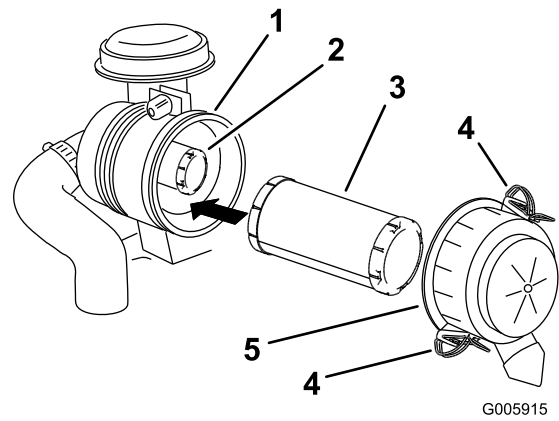

Figura 45
3. Abra los cierres del limpiador de aire y tire de la tapa de la entrada de aire para separarla del cuerpo del limpiador de aire (Figura 45).
5. Extraiga con cuidado el filtro primario del cuerpo del limpiador de aire (Figura 45).
2. Si va a cambiar el filtro interno, deslícelo cuidadosamente en el cuerpo del filtro (Figura 45).
3. Deslice cuidadosamente el filtro primario por encima del filtro interno (Figura 45).
5. Sujete la tapa con los enganches (Figura 45).